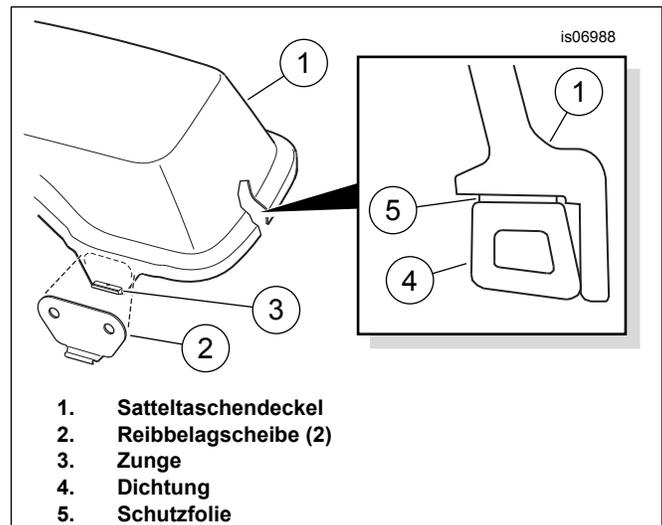

Abbildung 3. Reibbelagscheiben und Dichtung am Satteltaschendeckel einbauen
2. Siehe Abbildung 3. Die Schutzfolie von der Klebstoffseite auf einer der Reibbelagscheiben (2) abziehen. Die Reibbelagscheibe sorgfältig auf dem Satteltaschendeckel (1) aufsetzen, auf der Zunge (3) zentrieren und fest andrücken. Die Reibbelagscheibe mit konstantem Druck ungefähr eine Minute lang in Position andrücken. Das Verfahren mit der zweiten Reibbelagscheibe am anderen Ende des Deckels wiederholen.
- Die Dichtung mit der **hohen Kante** zum Außenrand des Deckels ausrichten, wie in Abbildung 3 gezeigt.
4. Die Schutzfolie von der Klebstoffseite (Abbildung 3, Teil 5) der Satteltaschendeckel-Dichtung (4) schrittweise abziehen, während die Dichtung rund um den Innenfang des Deckels (1) angedrückt wird, siehe die Abbildung.